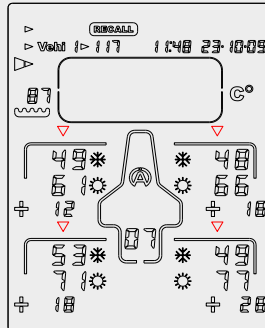

Figure 12
- 6) Pressez de nouveau le bouton  ou  : le Tyrecontrol 2 affiche la 3ème phase de données, c-à-d les températures au centre des pneus, avant  et après  course + les écarts (*figure 12*)